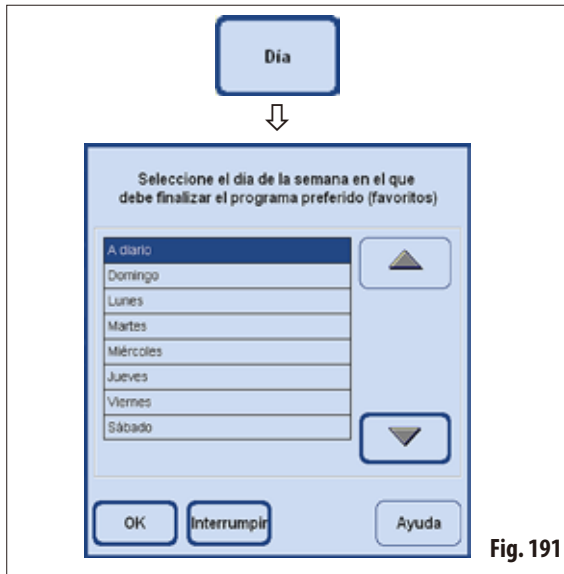

Fig. 191
- Seleccionar en la lista el día deseado y confirmarlo con **OK** (fig. 191).